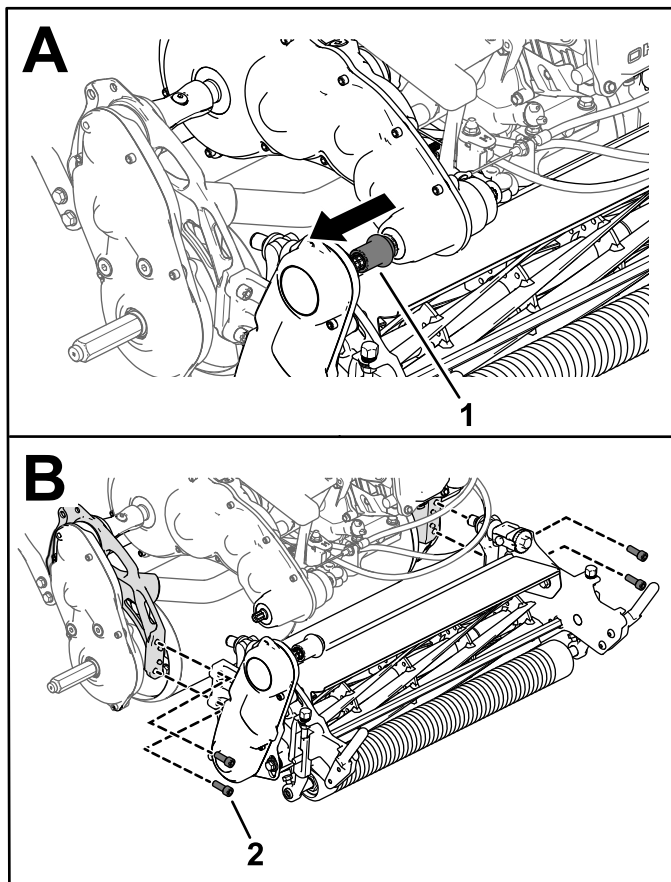

Figura 50
3. Desconecte el acoplamiento de tracción de la unidad de corte del árbol de la transmisión (Figura 50).
4. Retire los tornillos allen que sujetan la unidad de corte al bastidor (Figura 50).